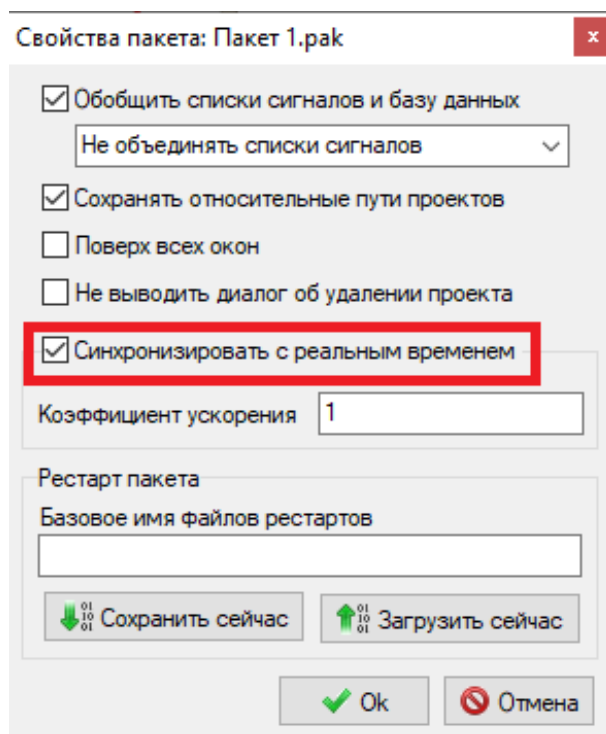

Рисунок 6.3.1. Окно **«Свойства пакета»** – Активация пункта **«Синхронизировать с реальным временем»**.
- 2) В появившемся окне **«Свойства пакета»** активируйте пункт **«Синхронизировать с реальным временем»** (Рисунок 6.3.1).